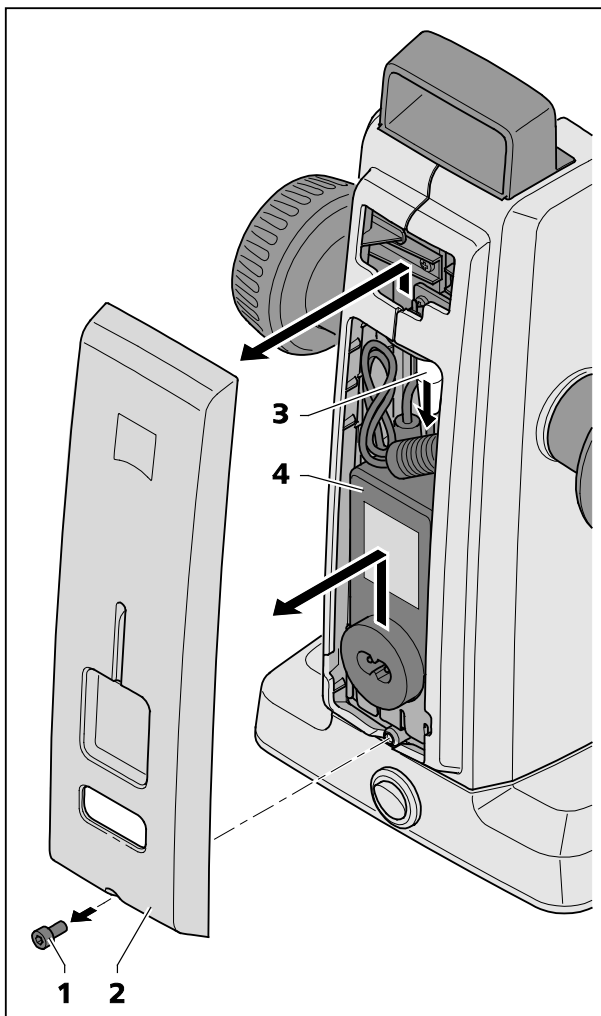

Bild 22 Netzteil wechseln
- Mit dem Inbusschlüssel die Schraube (Bild 22/1) an der Unterseite des Gehäusedeckels lösen.
- Den Gehäusedeckel (Bild 22/2) unten leicht abziehen und nach oben drücken.
- Den Stecker (Bild 22/3) lösen und das defekte Tischnetzteil (Bild 22/4) entnehmen.